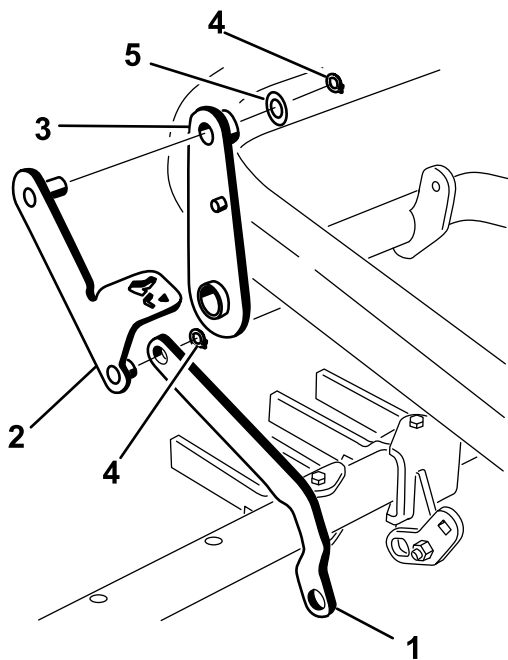

图 15
3. 将机具架连杆的末端滑到踏杆总成的短立柱上并用卡环固定图 15。
4. 穿过控制杆总成的顶部将立柱安装到踏杆总成的另一端并使用垫圈 7/8 英寸和卡环将其固定如图 15。